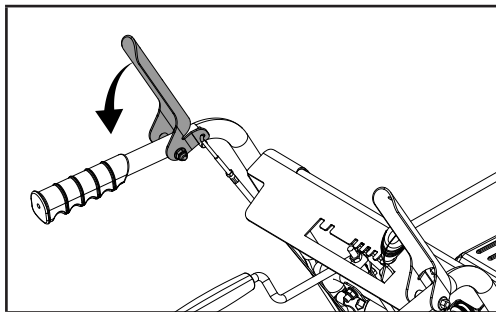

Figure 31
12. Appuyez sur la poignée de commande de la tarière pour vous assurer que la courroie est engagée correctement sur la poulie tendeur (figure 31). Sous la zone du couvercle à courroie, assurez-vous que la distance des deux côtés entre le guide et la poulie est la même.